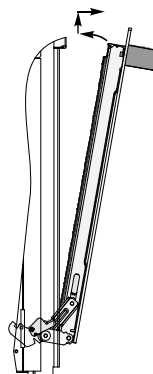

рис. 14
- Для замены сопла горелки гриля или горелки пода (см. рис. 14, 15) необходимо отвин-